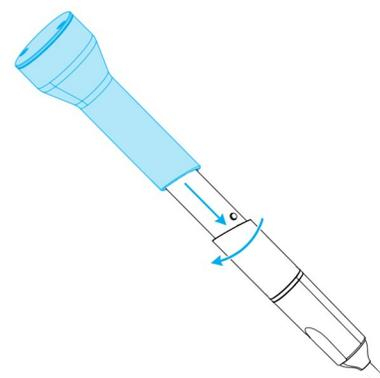

Figure 10:10 Utilisation de l'embout de contrôle d'intégrité
3. Faites coulisser l'embout de contrôle d'intégrité sur la pièce à main et tournez-le dans le sens des aiguilles d'une montre pour le verrouiller en position (voir *Figure 10:10 Utilisation de l'embout de contrôle d'intégrité*, p. 36).